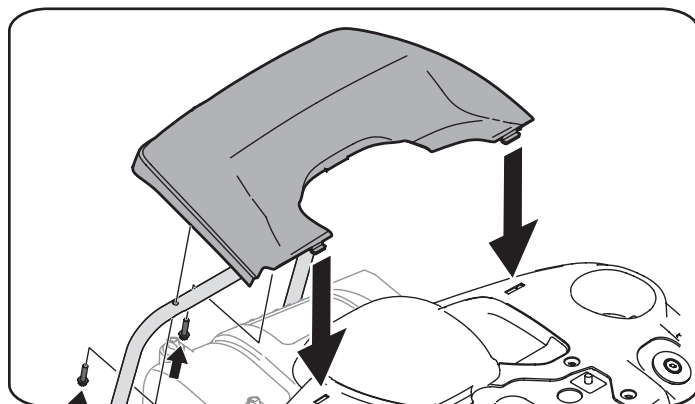

Figura 12
1. Extraiga los dos tornillos hexagonales instalados en fábrica ubicados en la ménsula de montaje de la tapa trasera del motor. Guarde los tornillos para uso posterior. Vea la Figura 12.
2. Coloque la tapa trasera del motor ubicándola en su lugar como se indica en la Figura 12. Incline la tapa del motor hacia adelante para que calce dentro de las ranuras provistas, luego rótelas hacia atrás para alinear los orificios de montaje.